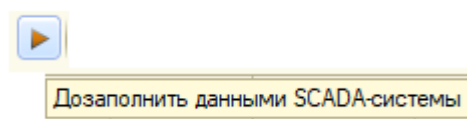

Рисунок 8
3.1.9.3 нажать на указатель «Дозаполнить данными SCADA-системы» (рисунок 8), механизм импорта данных ампеража с коксовыталкивателей на текущее время для незаполненных печей